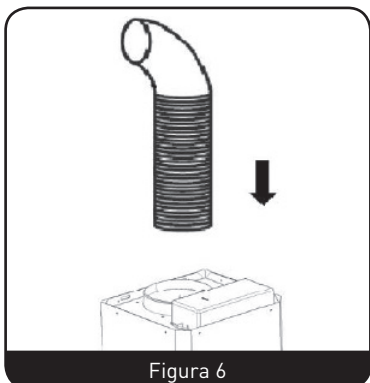

Figura 6
4. En caso de que vaya a utilizar su campana extractora en modo de evacuación de humos hacia el exterior, deberá conectar el tubo flexible de evacuación al adaptador del techo en este momento. (Figura 6)